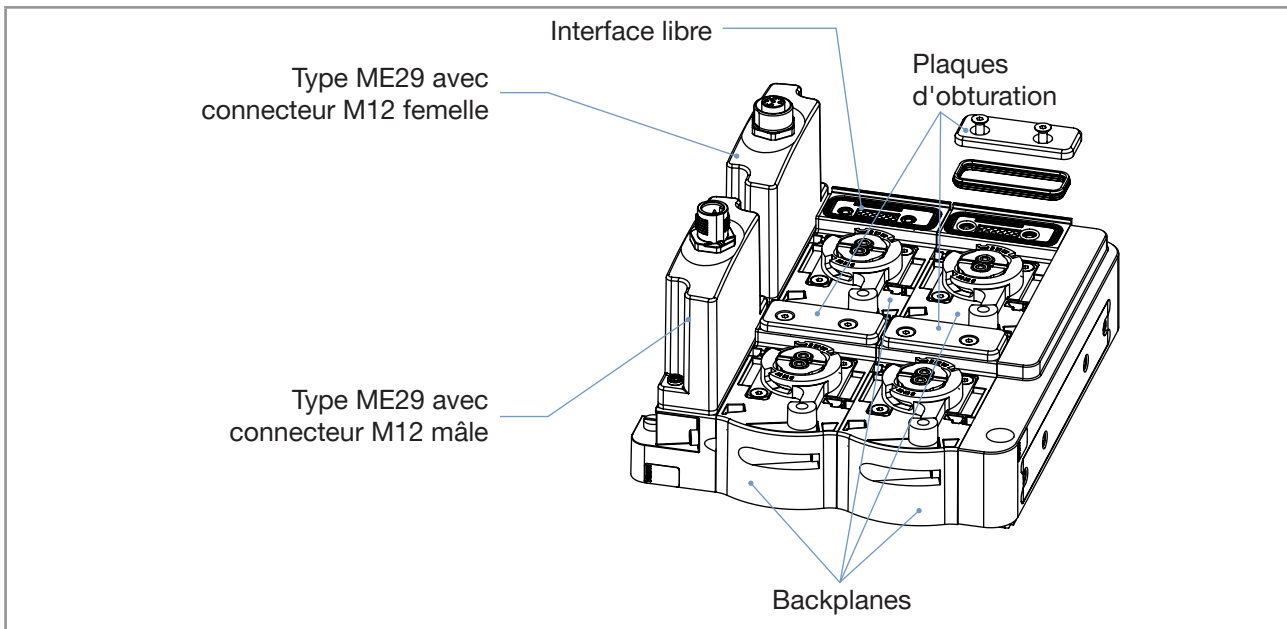
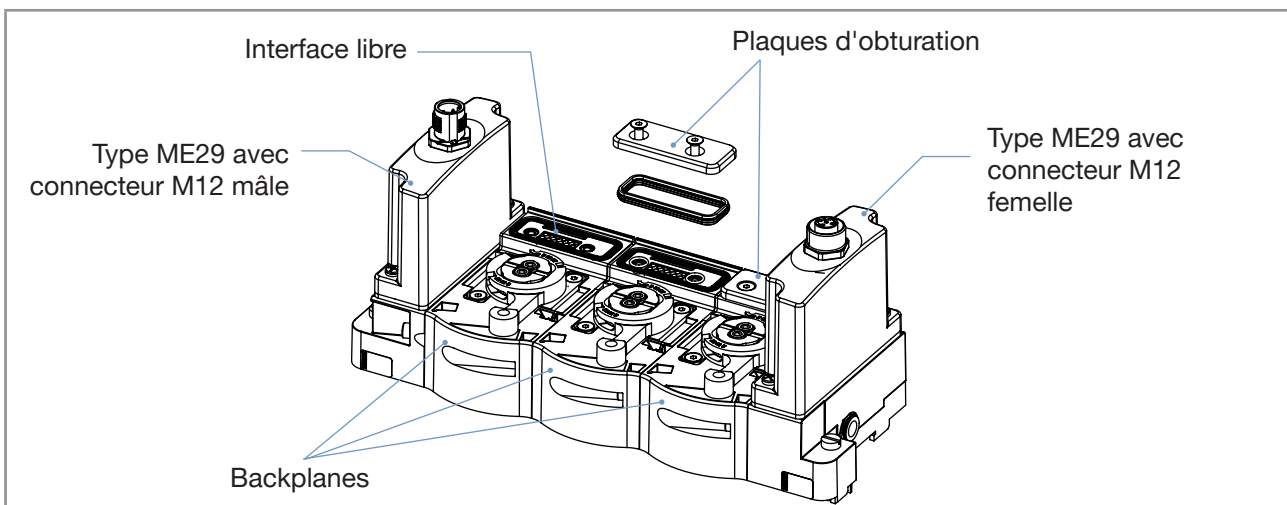

Figure 5: Backplanes pour le produit ; disposition et équipement d'une combinaison de 4 backplanes
Figure 6: Backplanes pour le produit ; disposition et équipement d'une combinaison de 3 backplanes
Les 4 backplanes doivent être disposées et équipées tel qu'illustré sur la Figure 5 et les 3 backplanes doivent être disposées et équipées tel qu'illustré sur la Figure 6.
- ▶ S'assurer que les plaques d'obturation représentées sur la Figure 5 et sur la Figure 6 sont équipées chacune d'1 joint.
- ▶ S'assurer que les plaques d'obturation représentées sur la Figure 5 et sur la Figure 6 sont vissées sur les bonnes interfaces électriques des backplanes.